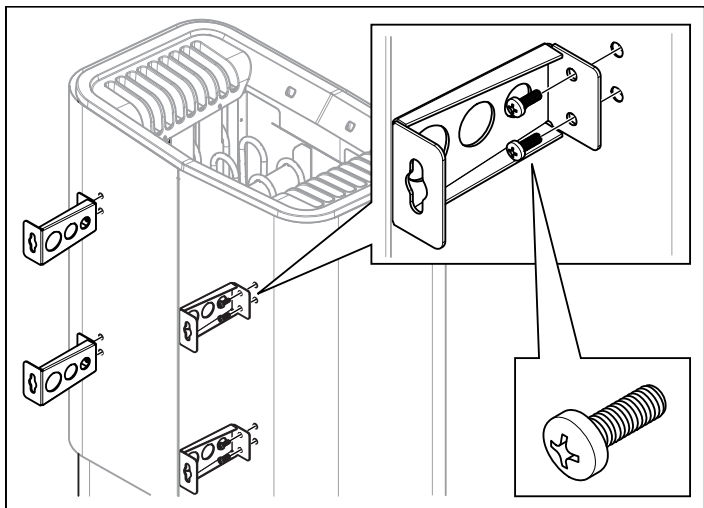

Abb. 10: Montage der Halterungen am Ofen
- Lösen Sie die beiden ersten Schrauben an der Rückseite des Ofens und schrauben Sie eine der vier Halterungen an. Wiederholen Sie dies, um die übrigen Halterungen zu befestigen, siehe Abb. 10.